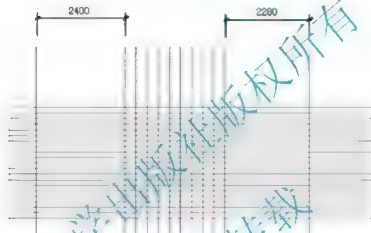

图 4.103 偏移构造线
(5) 将第一条垂直构造线向左偏移2100mm,将最后一条垂直构造线向右偏移2280mm,结果如图4.103所示。2100mm为走道的宽度2100mm和缓冲平台的宽度300mm之和,2280mm为楼梯休息平台的宽度。